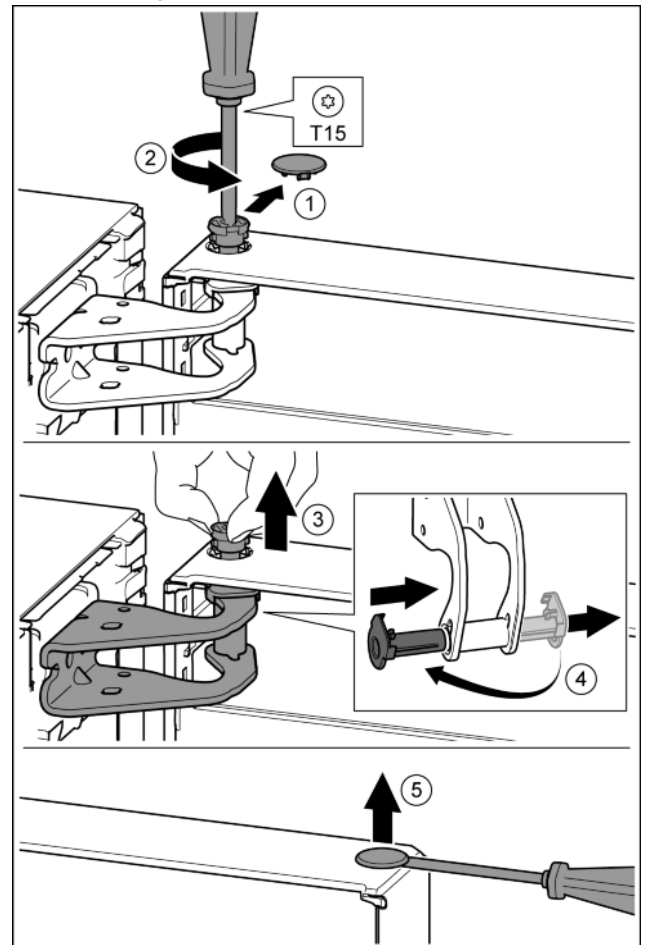

Fig. 10
- ▶ Sicherungsabdeckung vorsichtig abziehen. *Fig. 10 (1)*
- ▶ Bolzen mit Schraubendreher T15 ein Stück herausdrehen. *Fig. 10 (2)*
- ▶ Tür festhalten und Bolzen mit den Fingern herausziehen. *Fig. 10 (3)*
- ▶ Lagerbuchse aus Führung ziehen. Von der anderen Seite einsetzen und einrasten. *Fig. 10 (4)*
- ▶ Stopfen aus der Türlagerbuchse vorsichtig mit einem Schlitzschraubendreher anheben und herausziehen. *Fig. 10 (5)*